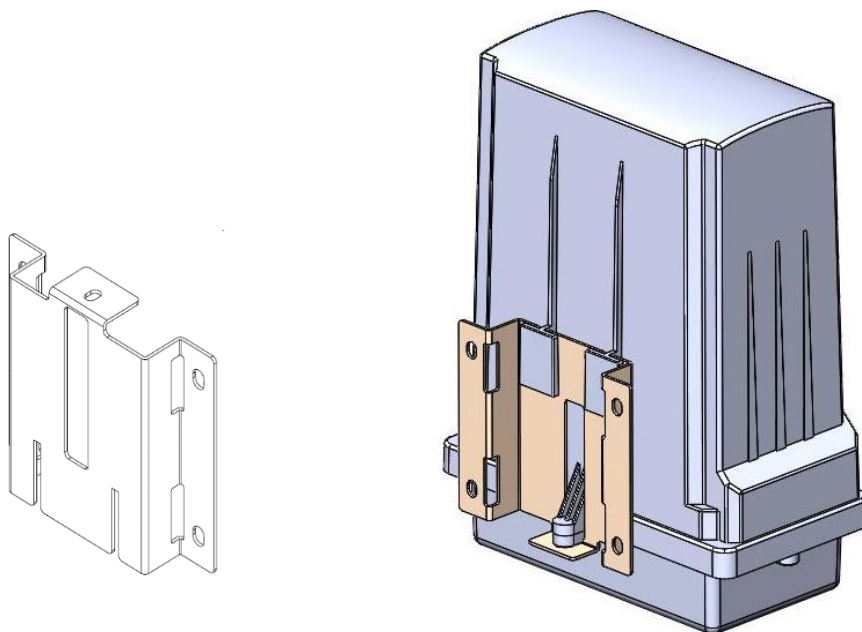

Рисунок 5.7. Металлический держатель для крепления на опоре и настенного монтажа
1. Вначале при помощи бандажной металлической ленты на опору крепится металлический держатель (Рис. 5.7.).